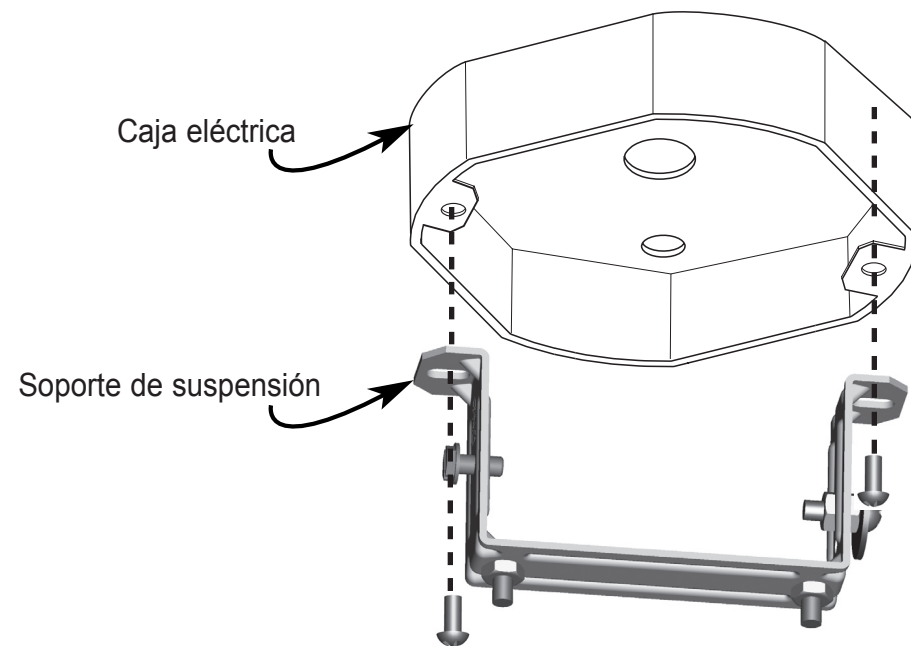

Figura 5 - Instalación del soporte de suspensión en la caja eléctrica
2) Instale el conjunto del soporte de suspensión en la caja eléctrica como se muestra en la Figura 5.